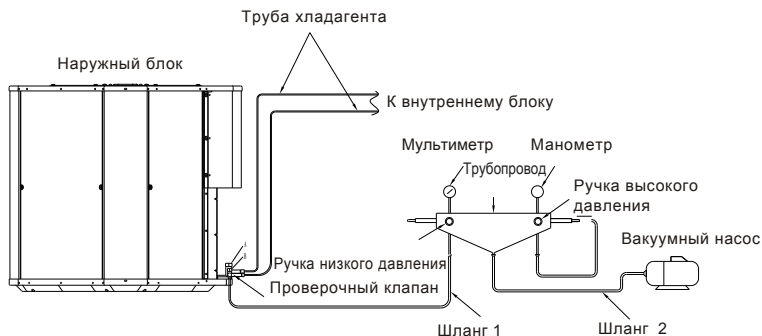

Рис. 21
■ Если соединительная труба имеет длину более 5 метров (обычное расстояние), используйте вакуумный насос для откачки воздуха; для системы использующей R410A, нужно использовать вакуумный насос для откачки воздуха вне зависимости от длины насоса. (согласно Рис. 21)